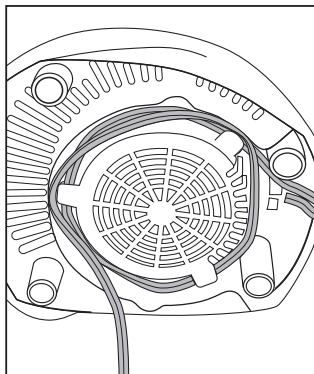

FIGURE 4
5. Déroulez le cordon d'alimentation – il se trouve dans le range-cordon, dans le socle du mélangeur – jusqu'à ce qu'il ait la longueur désirée. (Figure 4)
Après le nettoyage, replacez le couteau, le joint d'étanchéité ainsi que l'embase filetée. Rangez l'appareil avec son couvercle entrouvert pour éviter les odeurs. Enroulez commodément le cordon dans le range-cordon, sous le mélangeur (*figure 4*).